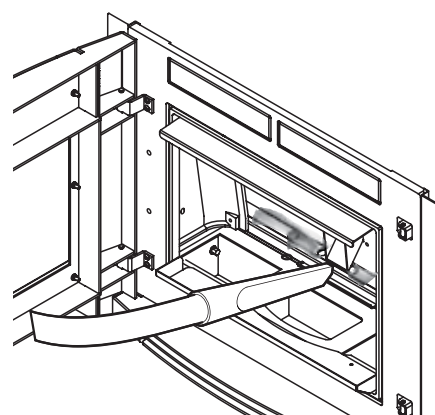

Fig.15.8
- 3) aspirer la cendre ou la suie qui s'est déposée derrière le panneau de fond (Fig.15.8).